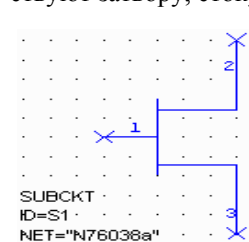

Рис. 5.9
3. В верхней строке ввода типов символов введите **all** (все) или **system.syf**, щёлкнув по кнопке в правом конце этой строки. В расположенном ниже списке символов выделите **FET@system.syf** и нажмите **OK**. Результат показан на рис. 5.9.